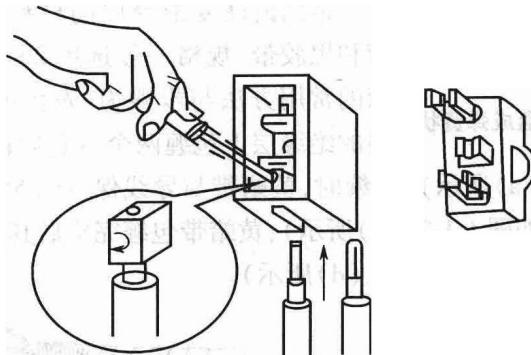

图 1-1-20 在针孔式接线端子上接线
①针孔式,如图 1-1-20 所示。如若单股芯线较细,则应将其折成双根后再插入针孔;如若多股细线,可先在线端装上针式轧头并压紧,然后再插入针孔进行连接。